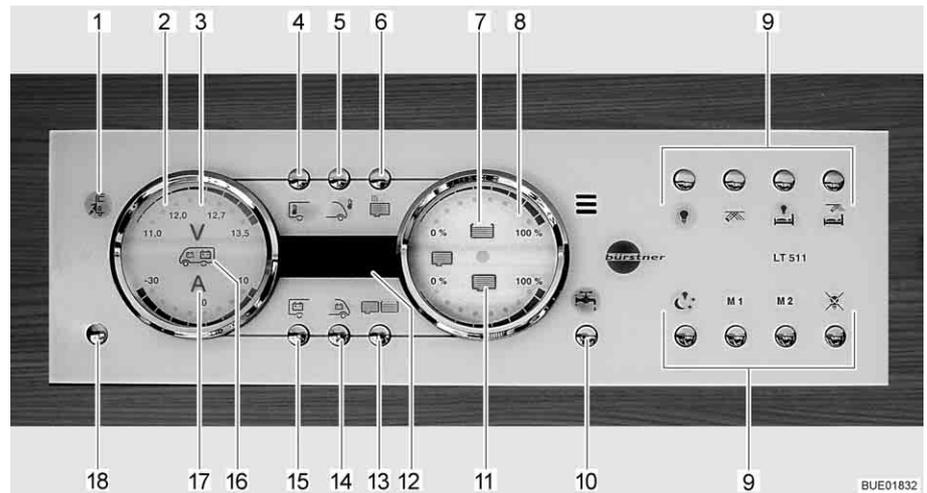

Fig. 159 Panneau de contrôle LT 511
Le voyant de contrôle 230 V (Fig. 159,1) s'allume si l'arrivée du bloc électrique est sous tension de réseau.
L'interrupteur principal 12 V (Fig. 159,18) établit ou coupe le panneau de contrôle et l'alimentation 12 V de la cellule.
- Appuyer brièvement sur la touche d'alimentation 12 V (Fig. 159,18). L'alimentation 12 V de la cellule est assurée. L'indicateur de contrôle "12 V" s'allume.
- ▷ La tension de la batterie de cellule est trop faible quand les DEL "11,0" de l'affichage en Volt et le symbole Volt "V" (Fig. 159,3) clignotent dans l'indicateur des batteries (Fig. 159,2) après la mise sous tension. Charger la batterie.
- ▷ La coupure de batterie est active quand l'indicateur de contrôle "12 V" et le symbole Volt "V" (Fig. 159,3) clignotent trois fois après la mise sous tension. Désactiver la coupure de batterie.
- Appuyer brièvement sur la touche d'alimentation 12 V (Fig. 159,18). L'alimentation 12 V de la cellule est coupée. L'indicateur de contrôle "Alimentation 12 V" s'éteint.
- Appuyer sur la touche batterie de cellule (Fig. 159,15) et la maintenir enfoncée pendant 10 secondes environ. Le symbole Volt "V" (Fig. 159,3) et l'indicateur de contrôle "12 V" clignotent trois fois. La batterie de cellule est coupée du réseau de bord de 12 V.
- Appuyer sur la touche d'alimentation 12 V (Fig. 159,18) et la maintenir enfoncée pendant 5 secondes environ. Le symbole Volt "V" (Fig. 159,3) et l'indicateur de contrôle "12 V" clignotent trois fois. La batterie de cellule est branché au réseau de bord 12 V. L'indicateur de contrôle s'allume au bout d'env. 5 secondes.
- Appuyer sur la touche de la batterie de cellule (Fig. 159,15). Le symbole Volt "V" (Fig. 159,3) s'allume. Le symbole Ampère "A" (Fig. 159,17) est allumé en blanc ou en rouge suivant l'état de chargement ou de déchargement. Les DEL à l'intérieur de l'indicateur indiquent la tension de la batterie et le courant de la batterie de cellule.
- Appuyer sur la touche de la batterie de démarrage (Fig. 159,14). Le symbole Volt "V" (Fig. 159,3) s'allume. Des DEL à l'intérieur de l'indicateur indiquent la tension de la batterie de démarrage.
- Appuyer sur la touche réservoirs (Fig. 159,13). Les symboles réservoir d'eau (Fig. 159,7) et réservoir d'eaux usées (Fig. 159,11) s'allument. Des DEL à l'intérieur de l'indicateur indiquent le niveau du réservoir d'eau (échelle supérieure) et celui du réservoir d'eaux usées (échelle inférieure).
Le symbole du réservoir d'eau (Fig. 159,7) ou celui du réservoir d'eaux usées (Fig. 159,11) clignote quand le réservoir d'eau est vide ou que le réservoir d'eaux usées est plein.
L'affichage numérique (Fig. 159,12) permet d'indiquer les températures intérieure et extérieure.
- Appuyer sur la touche température intérieure (Fig. 159,4). La température intérieure s'affiche.
- Appuyer sur la touche de la température extérieure (Fig. 159,5). La température extérieure s'affiche.
La touche chauffage du réservoir (Fig. 159,6) permet d'allumer et d'éteindre le chauffage du réservoir.